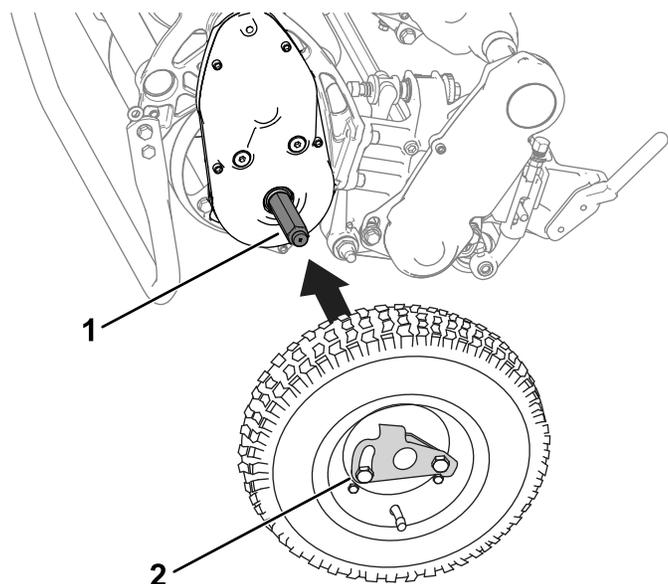

図 25
2. アクスルに車輪を取り付ける **図 25**。
3. ロッキングクリップ **図 25**を開き、タイヤを奥に押し込む。